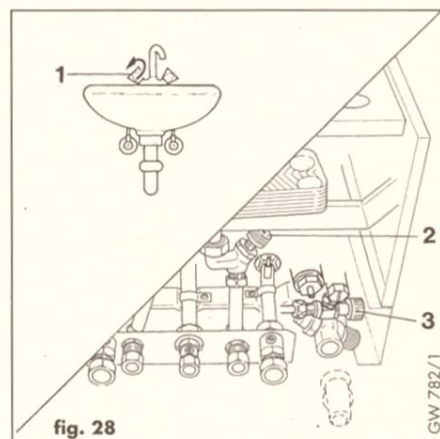

fig. 28
8.1 Riempimento circuito sanitario (fig. 28)
- a) Aprire il rubinetto d'intercettazione acqua fredda (2) sotto la caldaia.
- b) Aprire il rubinetto di prelievo acqua calda sull'impianto (1), lasciarlo aperto per il riempimento dell'impianto e della caldaia.
Riempire l'impianto e l'apparecchio ad una pressione di **1 bar** verificando l'aumento di pressione sul manometro, con il rubinetto di riempimento (3) fig. 28.